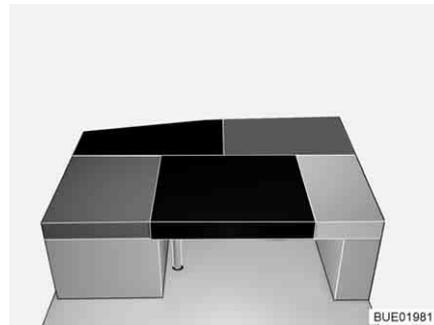

Bild 149 Nach dem Umbau
- Das rechteckige Zusatzpolster auf den Tisch legen (zwischen das Sitzpolster und das Rückenpolster des Seitensitzes, siehe Bild 149).